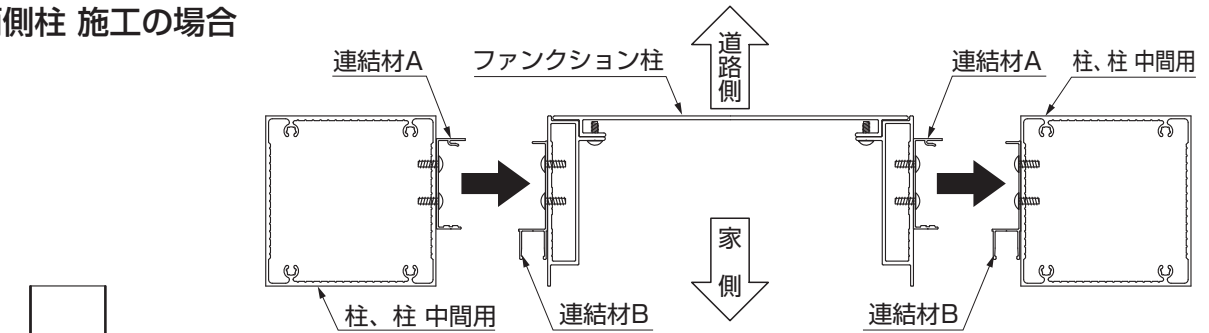
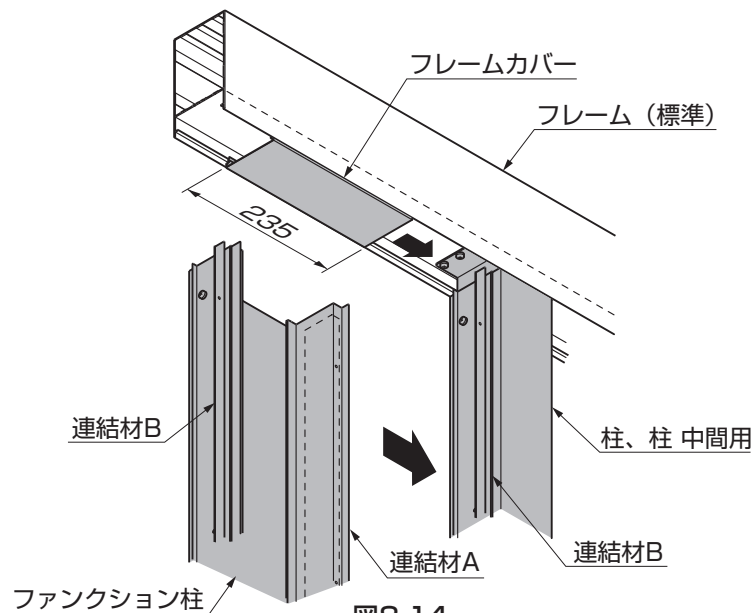

図8-13
図8-14
- 連結材A、連結材Bの配置を確認してください。(図8-13参照)
- ③1本目の柱 中間用をフレームに取り付けてください。
- ①端部柱を施工してください。
- ②フレームカバーを235mmにカットしてはめ込み、端部柱に突き当ててください。
- ④フレームカバーを235mmにカットしてはめ込み、中間柱取付金具に突き当ててください。(端部柱の場合は施工済みです。)
- ⑤柱、柱 中間用の連結材Bへ、ファンクション柱の連結材Aをはめ込んでください。(図8-13、図8-14参照)